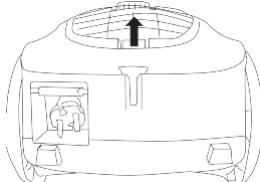

Figura 13 Quitar el filtro de salida
2. Abra la tapa del filtro de salida, tirando de la lengüeta de la tapa. Sustituya el filtro de salida del aparato, véase la figura 13.